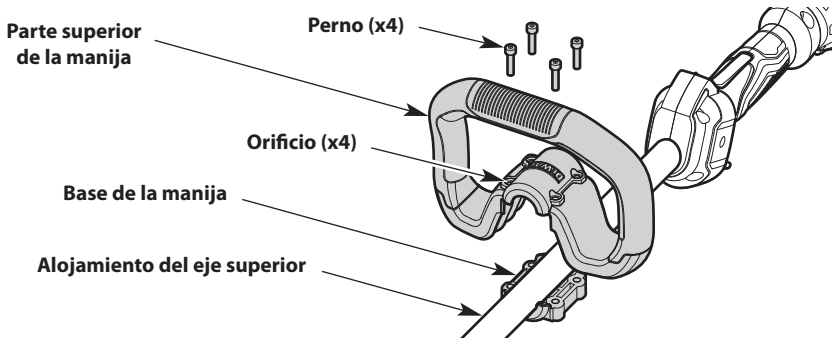

Fig. 4
1. Presione y mantenga presionada la base de la manija contra la parte inferior del alojamiento del eje superior (Fig. 4).
2. Presione la parte superior de la manija hacia la base de la manija hasta que encajen (Fig. 4).
3. Inserte los pernos (x4) en los orificios (x4) (Fig. 4).
1. Afloje los pernos levemente (Fig. 4). Use una llave Allen de 5/32 pulg. (4 mm).